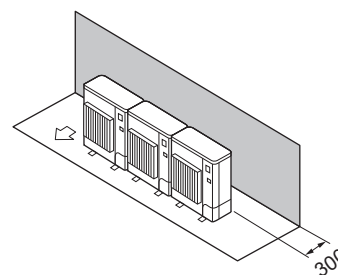

Fig. 2-13
- ① Перешкоди лише ззаду (Fig. 2-13)